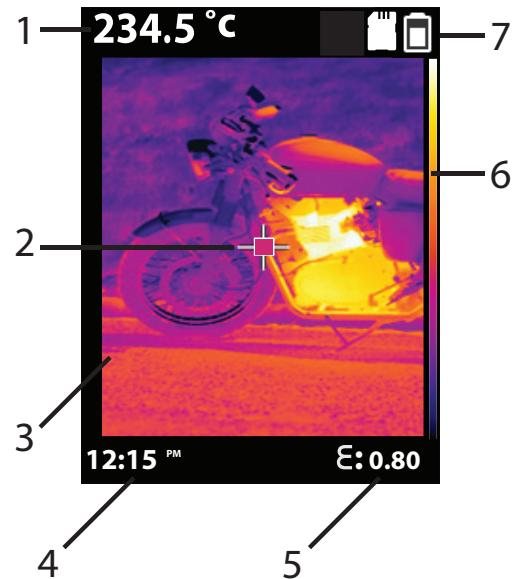

Fig 3-2 Huvudskärm
- Granska visningsexemplet i Fig 3.2, du finner det högre upp i detta avsnitt. Granska även avsnitten 4.2 *IR-termometerns mätningsöversikt*, 4.3 *IR-termometerns avstånd till punktförhållandet*, och 4.4 *IR-kamerans synfält*.